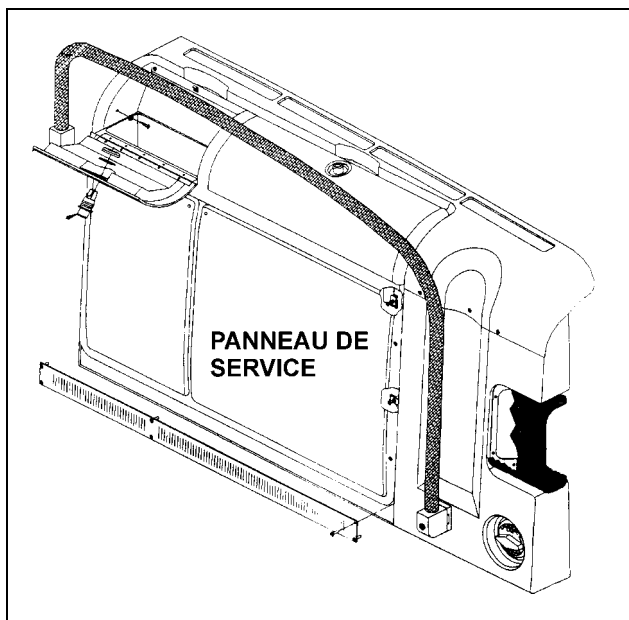

FIGURE 1 : PANNEAU DE SERVICE DU TABLEAU DE BORD
1. Ouvrir la porte d'entrée de l'autocar. Retirer le panneau de service du tableau de bord (voir figure 1).